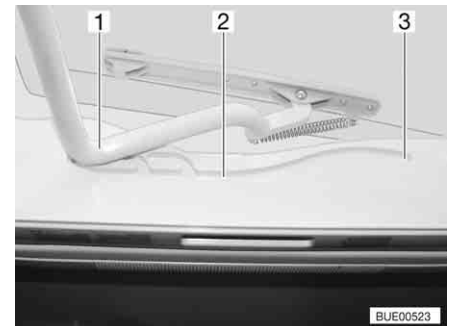

Bild 88 Heki-Dachhaube, Führung
- Den Bügel (Bild 88,1) in den Führungen (Bild 88,2) bis in die hinterste Position (Bild 88,3) ziehen.
- Den Bügel (Bild 88,1) mit beiden Händen leicht nach oben drücken.
- Den Bügel in den Führungen (Bild 88,2) bis zur gewünschten Stellung ziehen.